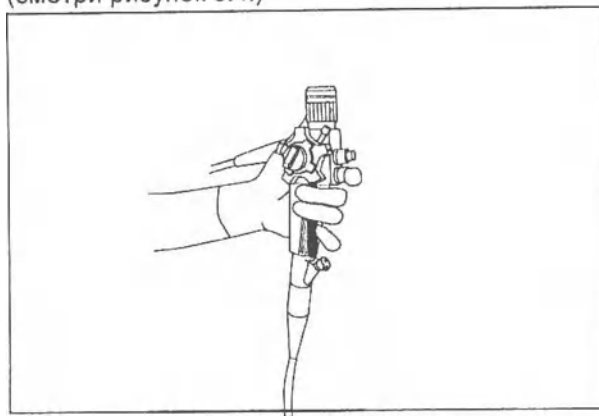

Рисунок 3.4
3. Затем медленно поверните рычажок управления подъемником полностью в противоположном направлении и убедитесь, что рычажок работает плавно и, что зажимы подъема опускаются плавно (смотри рисунок 3.4.)